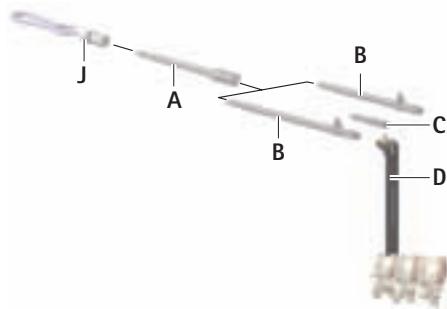

Fig. 2
- Quando é necessário prolongar o acoplamento, inserir uma peça de união com engate rápido **A** no respectivo acoplamento, ver Fig. 2.